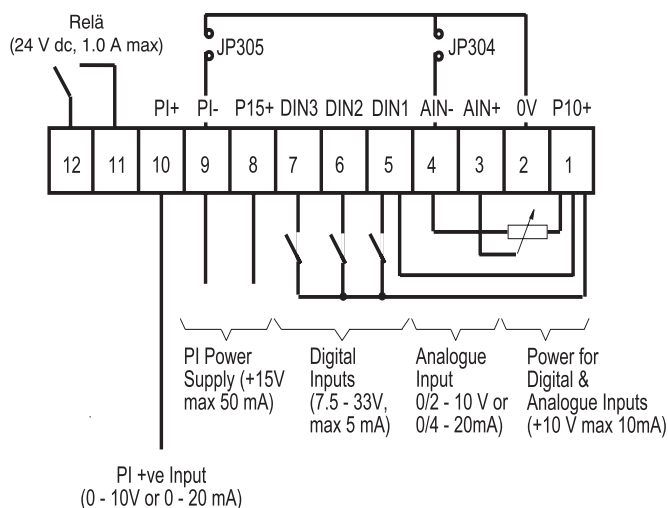

Fig. 3: Anslutningsplintar för kontrollkabel.
- Anslut en 4,7 kW potentiometer till kontrollplintarna som visas i fig. 3, eller lägg en 0-10V signal mellan stift 2 (0V) och stift 3 (AIN+). I båda fallen ska bygel JP304 ansluta 0V till AIN-.